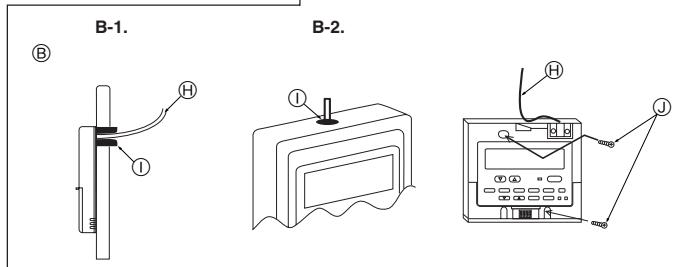

Fig. 7-3
- (2) Den Wartungszugang des Fernbedienungskabel mit Kitt oder Dichtungsmittel abdichten, um das mögliche Eindringen von Tau, Wasser, Kakerlaken oder Würmern und Raupe zu verhindern. (Fig. 7-3)